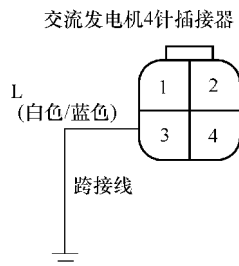

图 3-28 跨接交流发电机 3 号端子
15) 将点火开关转至 LOCK (0) 位置。
17) 如图 3-28 所示, 用跨接线将交流发电机 4 针插接器 3 号端子连接到车身搭铁上。